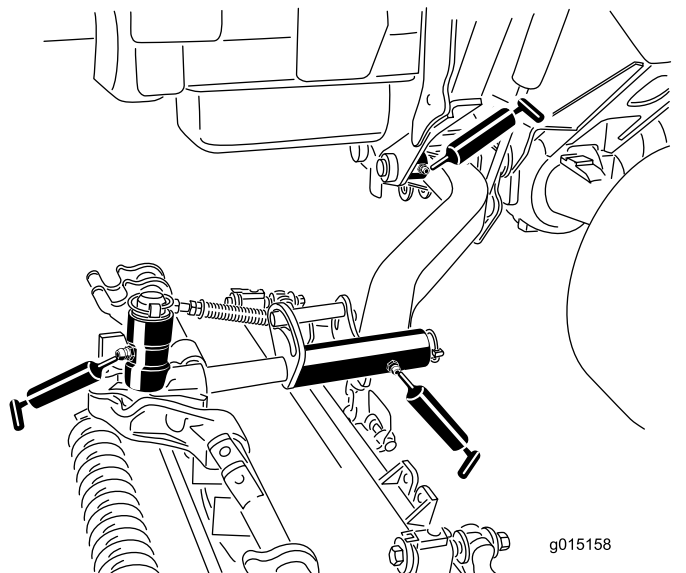

Figure 45
- Bagues de pivot de bras de levage (1 par unité de coupe) (Figure 45)
- Bâti porteur d'unité de coupe (2 par unité de coupe) (Figure 45)
- Pivot de bras de levage d'unité de coupe (1 par unité de coupe) (Figure 45)